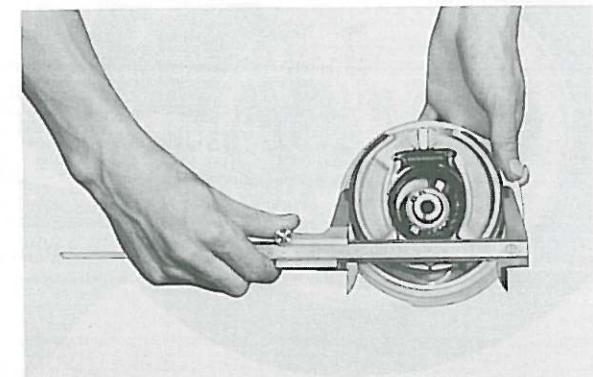

Fig. 5-1-6
- Measure the outside diameter at the brake shoes with slide calipers. (Fig. 5-1-6)
- Mesurer le diamètre extérieur des segments assemblés avec un pied à coulisse. (Fig. 5-1-6)
- Außendurchmesser der Bremsbacken mit einer Schublehre messen. (Fig. 5-1-6)